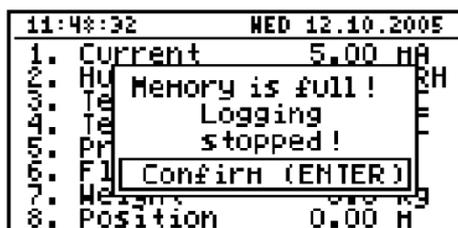

Abb. 7.15 Speichern: linear - Meldung bei vollständig beschriebenem Speicher
- **linear:** Wenn der verfügbare Speicher vollständig mit Daten beschrieben wurde, erscheint in der Anzeige eine Meldung (Abb. 7.15). Diese Meldung muss mit der Taste **[ENTER]** bestätigt werden. Sie wird ebenfalls angezeigt, wenn das Gerät erneut eingeschaltet wird. Die Messwerterfassung wird erst fortgesetzt, wenn die Daten abgerufen wurden.